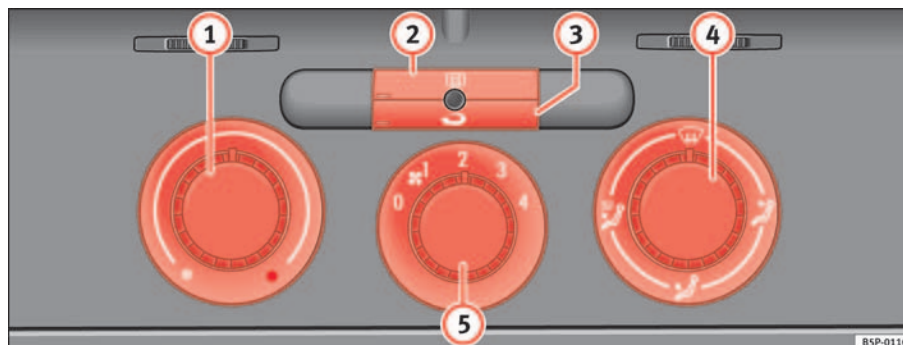

Fig. 123 Sulla plancia portastrumenti: i comandi del riscaldamento
- Le manopole ⇒ fig. 123 ① e ④ e la manopola ⑤ servono rispettivamente a impostare la temperatura desiderata, a indirizzare il flusso d'aria e a selezionare il livello di potenza della ventola.
- Per attivare o disattivare una funzione bisogna premere il tasto corrispondente ② o ③. Quando la funzione è attiva, la spia situata nell'angolo in basso a sinistra del tasto si illumina.